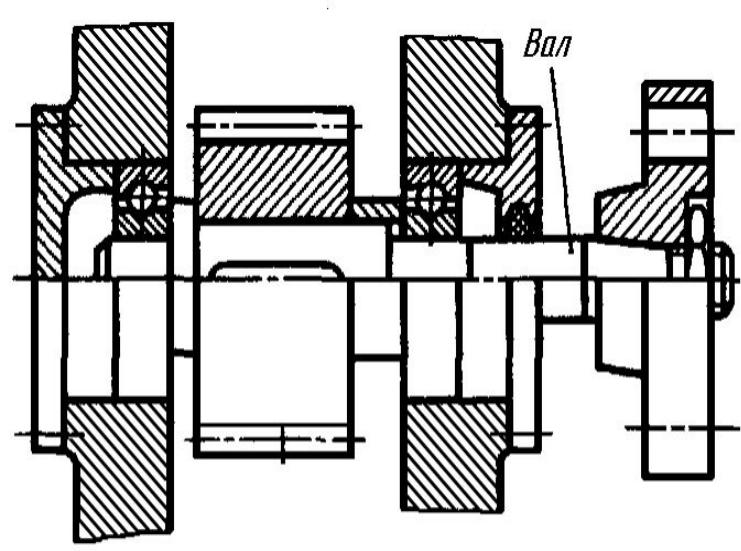

Рисунок 1 – Вал
Вал – деталь машины или механизма предназначенная для поддержания установленных на нем деталей и передачи вращающего момента (рисунок 1). При работе вал испытывает изгиб и кручение, в отдельных случаях – растяжение и сжатие.
2.1 *валы передач*, они несут на себе элементы, передающие вращающий момент (зубчатые или червячные колёса, шкивы, звёздочки, муфты и т.п.) и в большинстве своём снабжены концевыми частями, выступающими за габариты корпуса механизма (рисунок 1);